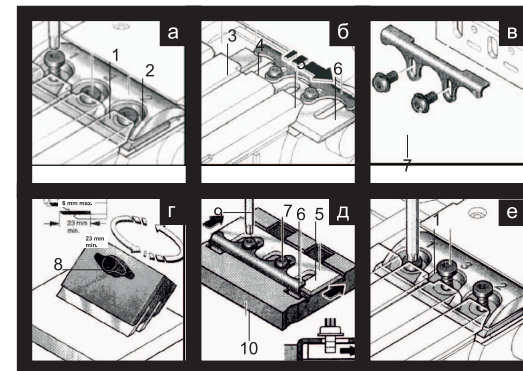

рис. 2
6.3 Для установки ножей сначала уберите все стружки или посторонние предметы, налипшие на барабан лезвия. Используйте лезвия тех же размеров и веса, в противном случае, возможна осцилляция/вибрация барабана, которая может вызвать плохое строгание или поломку инструмента. Установка ножей показана на рис. 2.
Снятие ножей Рис. 2 (а, б, в)
- Снимите прижимную пластину 2 (рис. 2), открутив три винта 1 (рис. 2);
- Снимите нож 5 (рис. 2) с направляющей пластины 6 (рис. 2), выдвинув его в направлении показанного стрелкой на Рис. 2 (б);
- Установите ножи 5 (рис. 2) в устройство для заточки ножей, так как
показано на рис. 2 (г);
Установка ножей Рис. 2 (д)
- Поместите направляющую пластину 6 (рис. 2) на нож, затем просто нажмите на основание направляющей пластины и зафиксируйте это положение двумя фиксирующими винтами 7 (рис. 2);
- Установите ножи на рабочий вал так, чтобы направляющая пластина ножа 6 (рис. 2) встала в направляющий паз 4 (рис. 2);
- Зафиксируйте это положение прижимной пластиной и тремя винтами 1 (рис. 2).